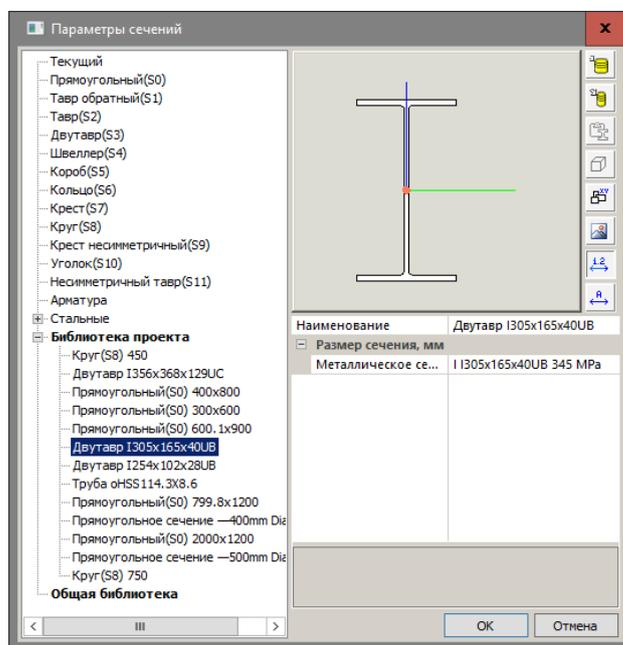

Рис.15.16. Диалоговое окно **Параметры сечений**
- вызовите диалоговое окно **Параметры сечений** (рис.15.16) щелчком по  напротив параметра **Контур сечения**;